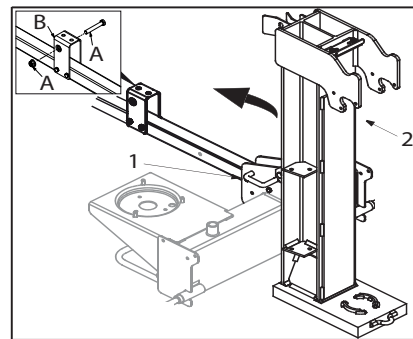

Fig.6a
- Démontez la vis et l'écrou (A) de la fixation (B).
- Extrayez le verrouillage (1) de la colonne, tournez-le vers l'arrière puis basculez la colonne à l'horizontale. Fig. 6a